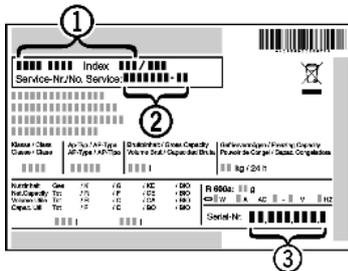

Fig. 8
► Relever la désignation de l'appareil Fig. 8 (1), le n° de service Fig. 8 (2) et le n° de série Fig. 8 (3) sur la plaquette signalétique. Cette plaquette se trouve sur la paroi intérieure gauche de l'appareil.
► Informer le S.A.V. et lui communiquer la panne, la désignation de l'appareil Fig. 8 (1), le n° de service Fig. 8 (2) et le n° de série Fig. 8 (3).